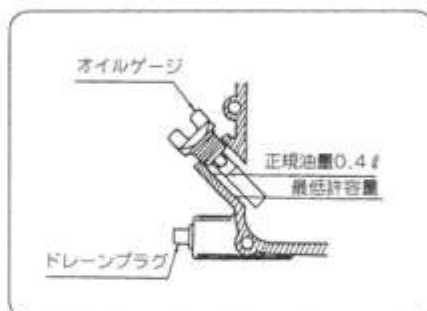

図25
1) エンジンオイル (図25)
- ① エンジンプラグ室の給油口を取外す。
- ② ドレンプラグを外して、汚れたオイルを流し出します。(図25)
- ③ 給油は、給油口より検油ゲージの規定量まで入れてください。(図25)